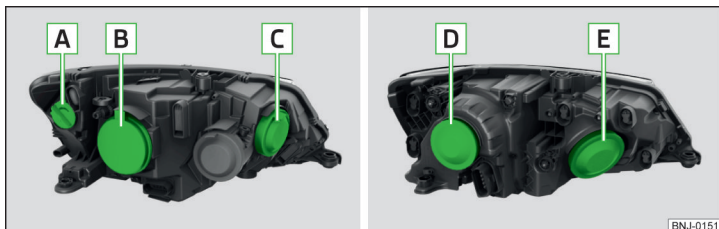

Abb. 205 Halogen-Scheinwerfer / Halogen-Projektorscheinwerfer
Glühlampenordnung » Abb. 205
- Die Schutzkappe **B** » Abb. 205 auf Seite 174 abnehmen.
- Die Schutzkappe **B** » Abb. 205 auf Seite 174 einsetzen.
- › Die Schutzkappe **C** » Abb. 205 auf Seite 174 abnehmen.
- › Die Schutzkappe **C** » Abb. 205 auf Seite 174 einsetzen.
- › Die Schutzkappe **B** » Abb. 205 auf Seite 174 abnehmen.
- › Die Schutzkappe **B** » Abb. 205 auf Seite 174 einsetzen.
- › Die Schutzkappe **D** » Abb. 205 auf Seite 174 abnehmen.